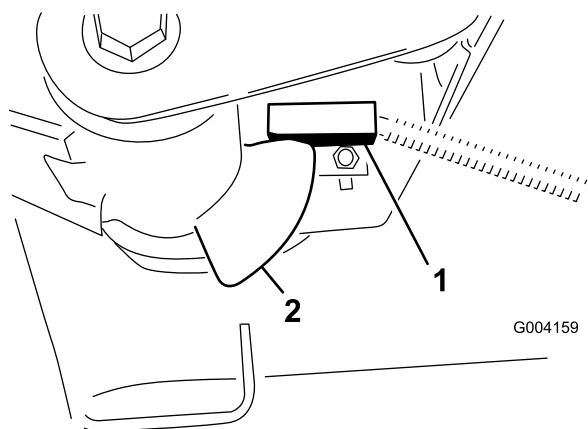

図 41
2. 昇降アームのスイッチは、油圧のメイン・タンクの下にある右前昇降アームの後ろ側に装着されている (図 41)。
3. スwitchの取り付けネジ (図 41) をゆるめ、スイッチの位置を下げると、昇降アームの旋回高さが長くなり、上げると、昇降アームの旋回高さが短くなる取り付けボルトを締め付ける。